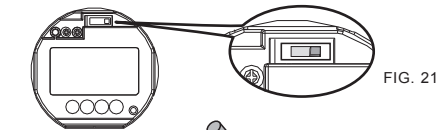

FIG. 21
Som fabrikkinnstilling er skyvebryteren stilt inn som nedenfor (se FIG. 21 trykknappmodus). Brukeren kan endre til C-bussmodus med følgende trinn:
1. Åpne utstøteren med en liten flatbladet skrutrekker (se FIG. 21).